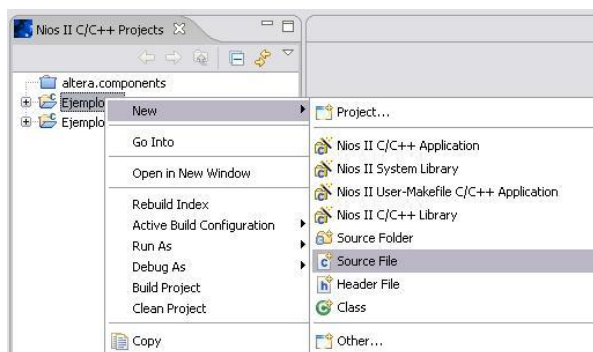

Figura D51 Creación de un archivo .c
- Una vez creado el proyecto, a la derecha del Nios II SDK, aparecerán dos carpetas, son nuestro proyecto **Ejemplo_1** y la carpeta de librerías de nuestra tarjeta de desarrollo **Ejemplo_1_syslib**, presionando clic derecho sobre la carpeta del proyecto en New seleccionamos **C Source Folder** hemos elegido crear el archivo **.c**, donde haremos la codificación Figura D51.